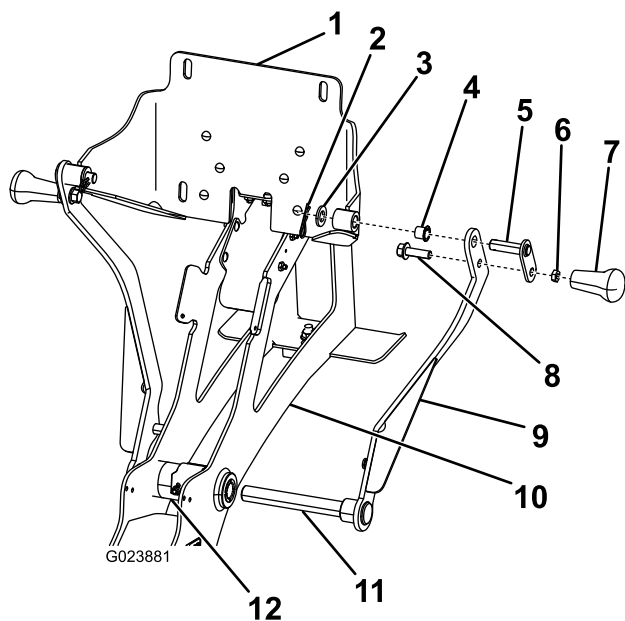

図 5
10. 右クレードルアームの軸を、蝶番シャフトに通す（図 5）。
15. バックプレート・アセンブリにハンドルを固定する；平ワッシャとヘアピンを使い、図 5 のように取り付ける。